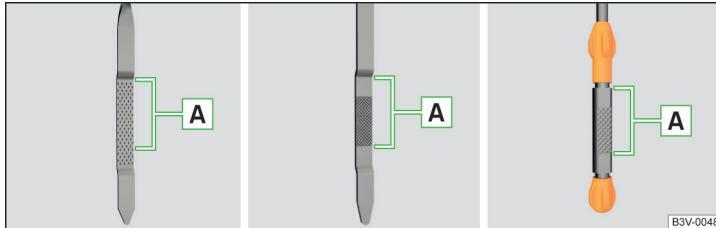

Abb. 321 Ölmessstabvarianten
Der Ölstand muss im Bereich **A** liegen » Abb. 321. Liegt der Ölstand unterhalb des Bereichs **A**, das Öl nachfüllen.
- Der Ölstand darf keinesfalls außerhalb des Bereichs **A** liegen » Abb. 321 - es besteht die Gefahr der Beschädigung des Motors sowie der Abgasanlage.